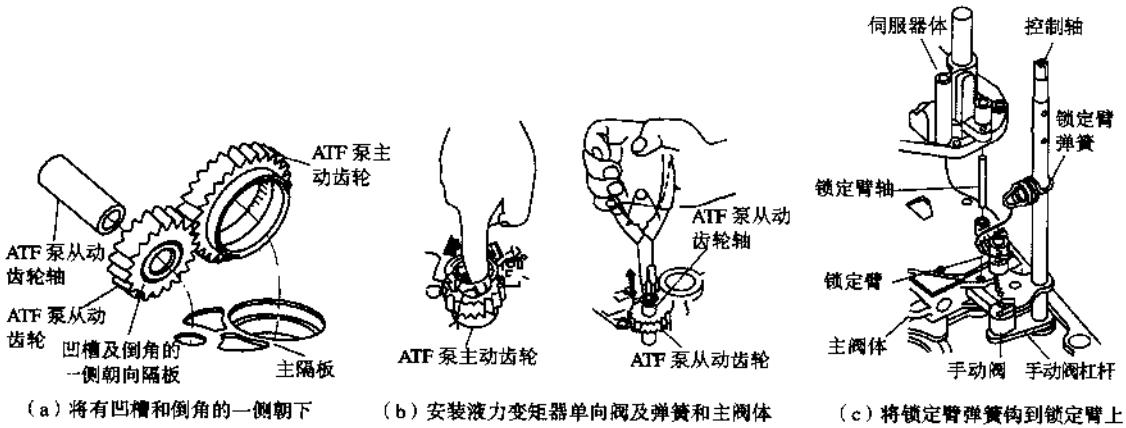

图4.32 液力变矩器壳体的安装
液力变矩器壳体的安装如图4.32所示。首先在所有零件上涂上自动变速器油，然后按照下列顺序安装。
① 将主隔板和三个定位销安装在液力变矩器壳体上，然后安装ATF泵主动齿轮和ATF泵从动齿轮轴。安装ATF泵从动齿轮时，将有凹槽和倒角的一侧朝下，如图4.32(a)所示。
② 安装液力变矩器单向阀及弹簧，再安装主阀体(1个6mm螺栓和3个8mm螺栓)。确认ATF泵主动齿轮按正常工作方向平稳转动，并且ATF泵从动齿轮轴沿轴向移动平稳并按正常工作方向平稳转动，如图4.32(b)所示；如果ATF泵主动齿轮和从动齿轮轴运转不平稳，则旋松主阀体螺栓，重新对正ATF泵从动齿轮轴，并按规定扭矩将螺栓重新拧紧，然后重新检查。如果没有正确地对正ATF泵从动齿轮轴，将会导致ATF泵齿轮或ATF泵从动齿轮轴卡滞。
③ 把冷却器单向阀及弹簧装到主轴阀体上，然后安装两个定位销和调节阀隔板。
④ 安装导轮轴及导轮轴止动销、调节阀阀体(8个螺栓)。把两个定位销和伺服器隔板装到主阀体上。把控制轴与手动阀一起装入液力变矩器壳体中。将锁定臂和锁定臂轴装入主阀体，然后将锁定臂弹簧钩到锁定臂上，如图4.32(c)所示。
⑤ 安装伺服器体(9个螺栓)、蓄压器盖(2个螺栓)、ATF滤网(2个螺栓)、伺服器锁定支座(2个螺栓)及蓄压器体(6个螺栓)。将2个ATF供油管装入伺服器体，4个供油管装入调节阀阀体，1个供油管装入主阀体。